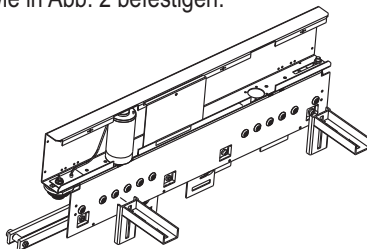

ABB. 2
1. Haltewinkel am Antrieb wie in Abb. 2 befestigen: